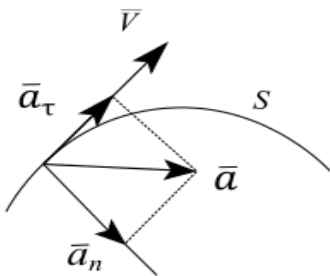

Рис. 1. Кинематические параметры материальной точки
2. Путь S [м] – это расстояние, пройденное телом вдоль линии траектории (рис. 1):
5. Скорость $\vec{V}$ [м/с] – это векторная величина, характеризующая быстроту изменения пройденного пути за единицу времени. Принято учитывать два типа скоростей (рис. 1):
6. Ускорение точки $\bar{a}[\text{м/с}^2]$ – векторная величина, характеризующая быстроту изменения скорости по величине и направлению (рис. 1).